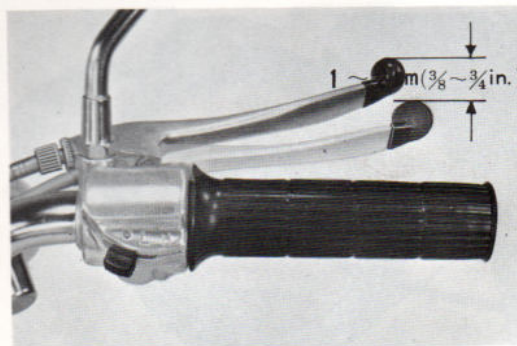

Fig 108 Jeu à la poignée de frein
- 7) Rebrancher le câble de frein dans le levier de commande et régler le jeu de frein à la poignée. (fig. 108)